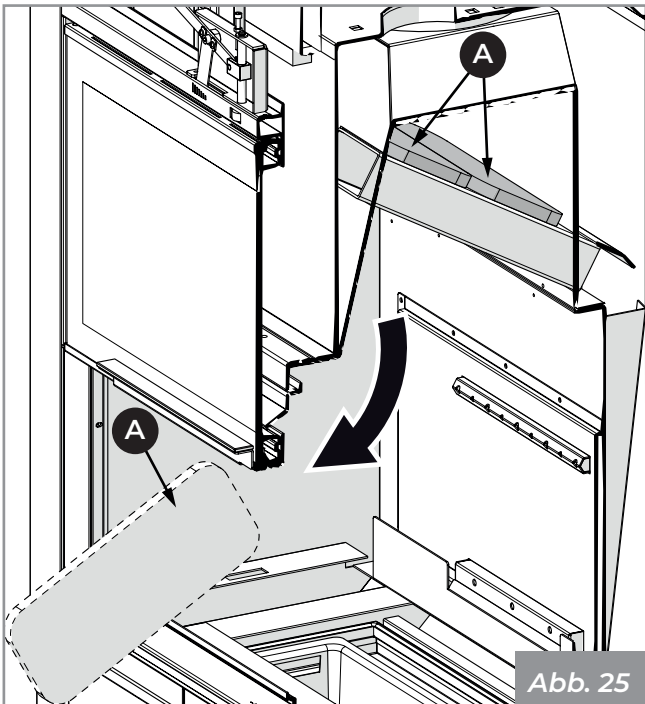

Abb. 25
- 1) Ziehen Sie die beiden oberen Deflektoren (A) (Abb. 25) heraus.